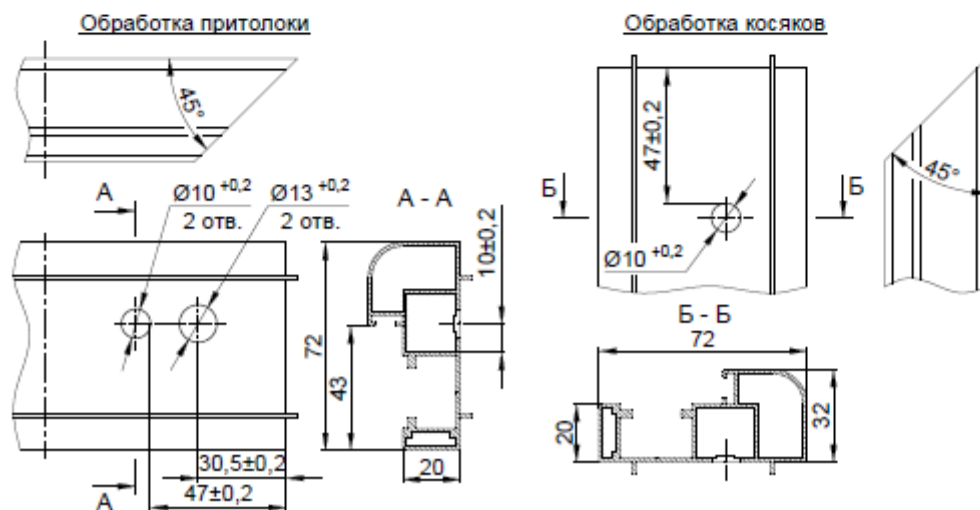

Рис. 9.2
1. Выполнить отверстия в косяках и притолке (см. рис. 9.2) с помощью кондуктора ПК418;